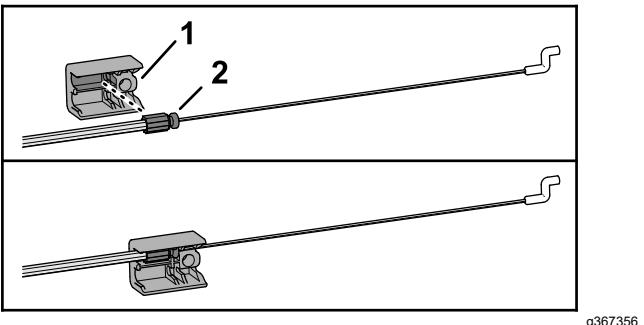

Bild 9
- Stecken Sie das Anschlussstück am Ende des Kabelzugmantels in die obere Buchse der Holmverbindung (Bild 9).